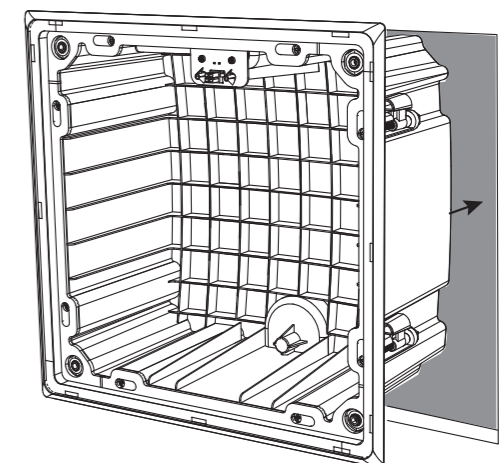

Fig. 17. Installing the back can
2. Met de acht bevestigingsklemmen voor het achterblik in de opgeborgen (binnenwaartse) positie, drukt u het achterblik in de opening van de gipsplaat. Pas op dat de luidsprekerkabels of uw vingers niet bekneld raken (Afb.17).